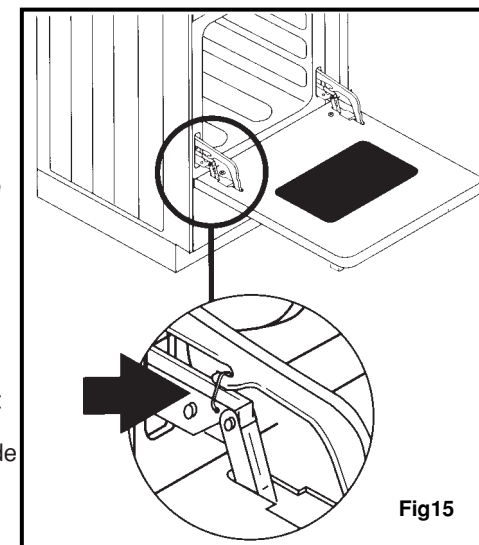

Fig.15
- Il existe une bride (ou anneau) sur chacune des deux charnières. Abaissez-la. N'oubliez pas de le faire sur les deux charnières avant de passer à l'étape suivante (Fig.15).